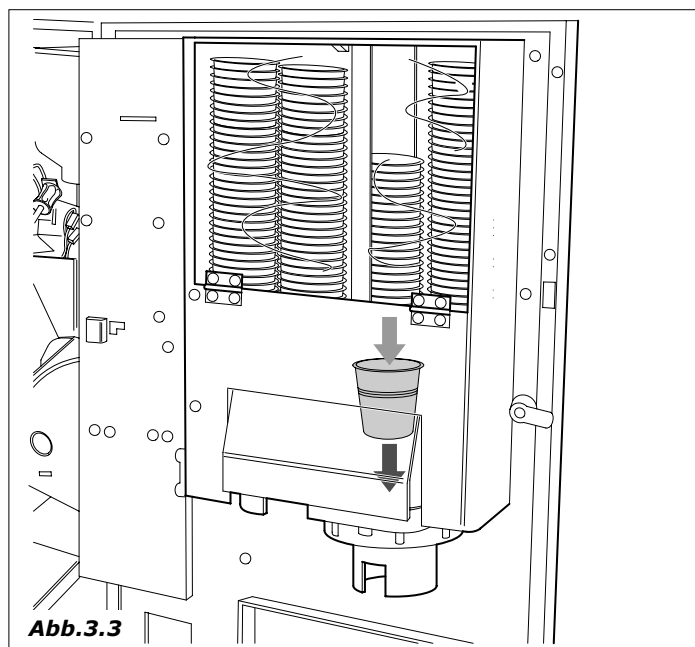

Abb.3.3
- Der Motor im Bechermagazin bewegt die Schnecken, die den Becher vom Stapel löst und in die entsprechende Gabel fallen lässt (Abb. 3.3).